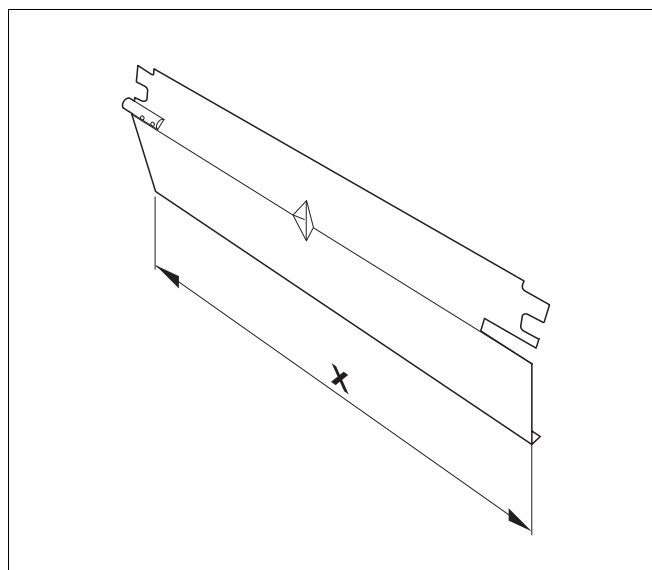

Рис. 1 "X" - длина заслонки для АК 114, АК 204, АК 304 и АК 334
Технические характеристики дают информацию о размерах и свойствах запорных клапанов дымовых газов АК 114, АК 204, АК 304 и АК 334 (рис. 1).
- Отверните винты крепления крышки люка для чистки (рис. 1, [1]).
- Снимите крышку люка для чистки (рис. 1, [2]) с прерывателя тяги (рис. 1, [3]).